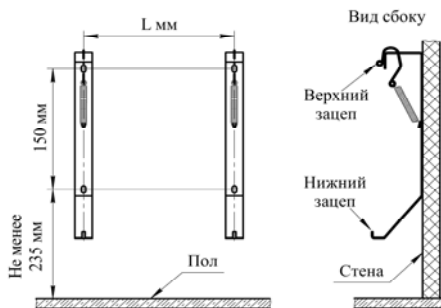

Рис. 5
6.1.4 Выполните на стене разметку под крепёжные отверстия (см. рис.5, табл.2) и закрепите кронштейны для установки конвектора любым доступным способом, обеспечив надёжное крепление конвектора в течении всего срока эксплуатации. Наденьте конвектор на верхние зацепы кронштейнов (для этого на задней стенке конвектора предусмотрены два прямоугольных отверстия), при этом нижние зацепы кронштейнов должны соприкасаться с задней стенкой конвектора (во избежание повреждения корпуса или покрытия конвектора не прилагайте чрезмерных усилий).